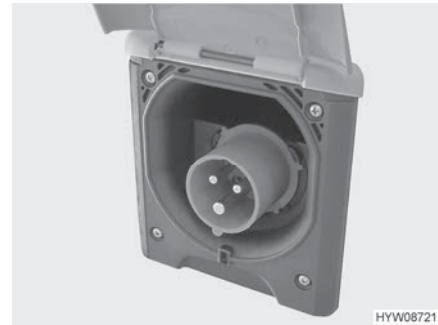

Bild 117 230-V-Anschluss am Fahrzeug (CEE-Steckdose)
- Abdeckung des 230-V-Anschlusses am Fahrzeug öffnen (Bild 117) und Steckkupplung einstecken. Darauf achten, dass die Rastnase des federgespannten Klappdeckels eingerastet ist.